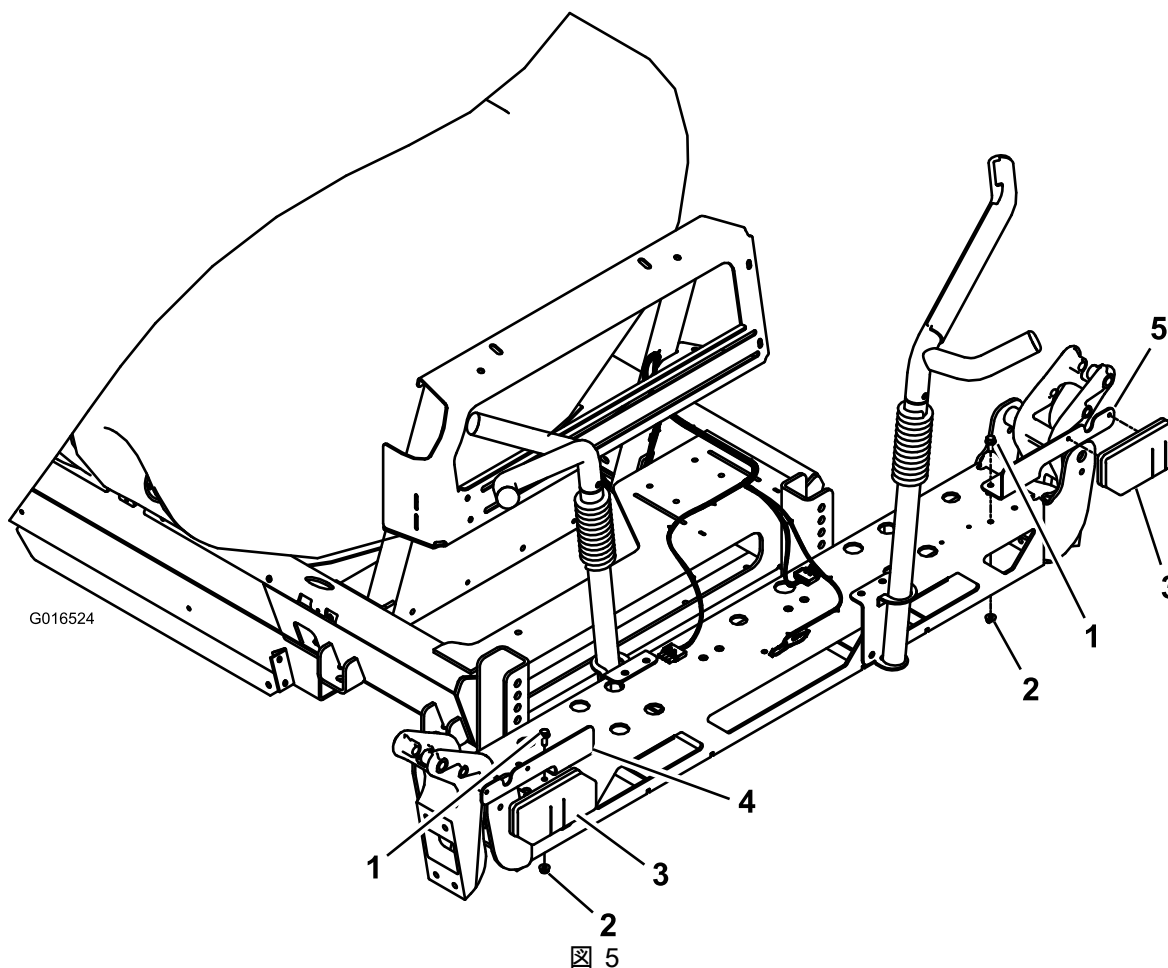

図 5
1. 左右のシグナルブラケットを、ブームサポートに取り付ける；六角ヘッドフランジねじ（4本）と六角フランジナット（4本）を使用する（図 5）。
2. シグナルブラケットに、テールライトを取り付ける（図 5）。